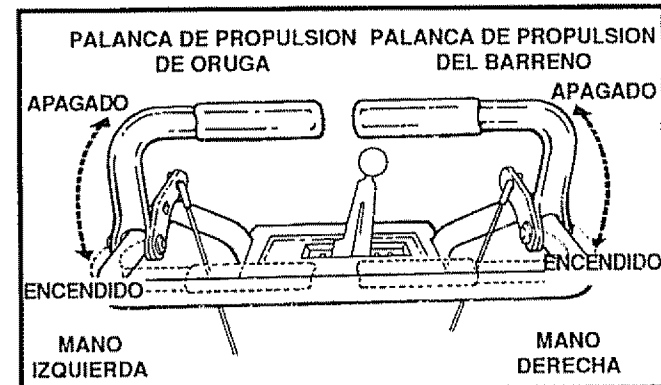

FIG. 11
- Para parar el lanzamiento de nieve, suelte la palanca de propulsión del barreno (Véase Fig. 11).
- Para parar la oruga, suelte la palanca de propulsión de oruga (Véase Fig. 11).
- Enganche la palanca de propulsión de oruga (Véase Fig. 11, mano izquierda). A medida que la removedora de nieve comienza a moverse, mantenga un agarre firme de las manijas, y guíe la removedora de nieve a lo largo del camino a despejar. No intente empujar la removedora de nieve.
- Empuje la palanca de propulsión del barreno hacia abajo (Véase Fig. 11, mano derecha)